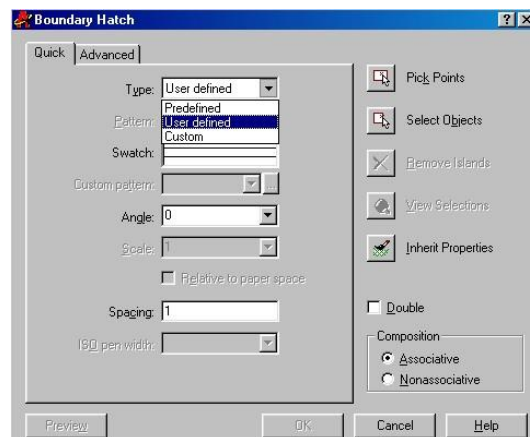

Рисунок 15 – Діалогове вікно параметрів штриховки
- команда **HATCH**  (**штриховка**) дозволяє отримувати різні види штриховки замкнених контурів за допомогою шаблонів або паралельними лініями з заданими дистанцією та кутом нахилу. Після виклику команди з'являється діалогове вікно, вид якого наведений на рис. 15.